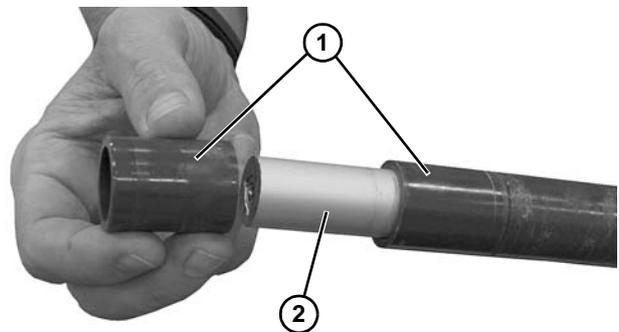

Figure 60
4. Sortir, en les glissant, les manchons libres (**Figure 60, élément 1**) de l'axe du rouleau (**Figure 60, élément 2**). Si le convoyeur en est équipé, retirer le deuxième axe et les manchons libres.